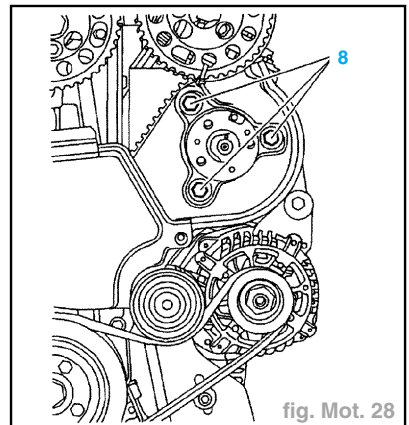

fig. Mot. 28
- Déposer les vis (8) (fig. Mot. 28).
- Serrer les vis (8) à **2 daN.m** (fig. Mot. 28).
- Déposer la vis (8) (fig. Mot. 28).